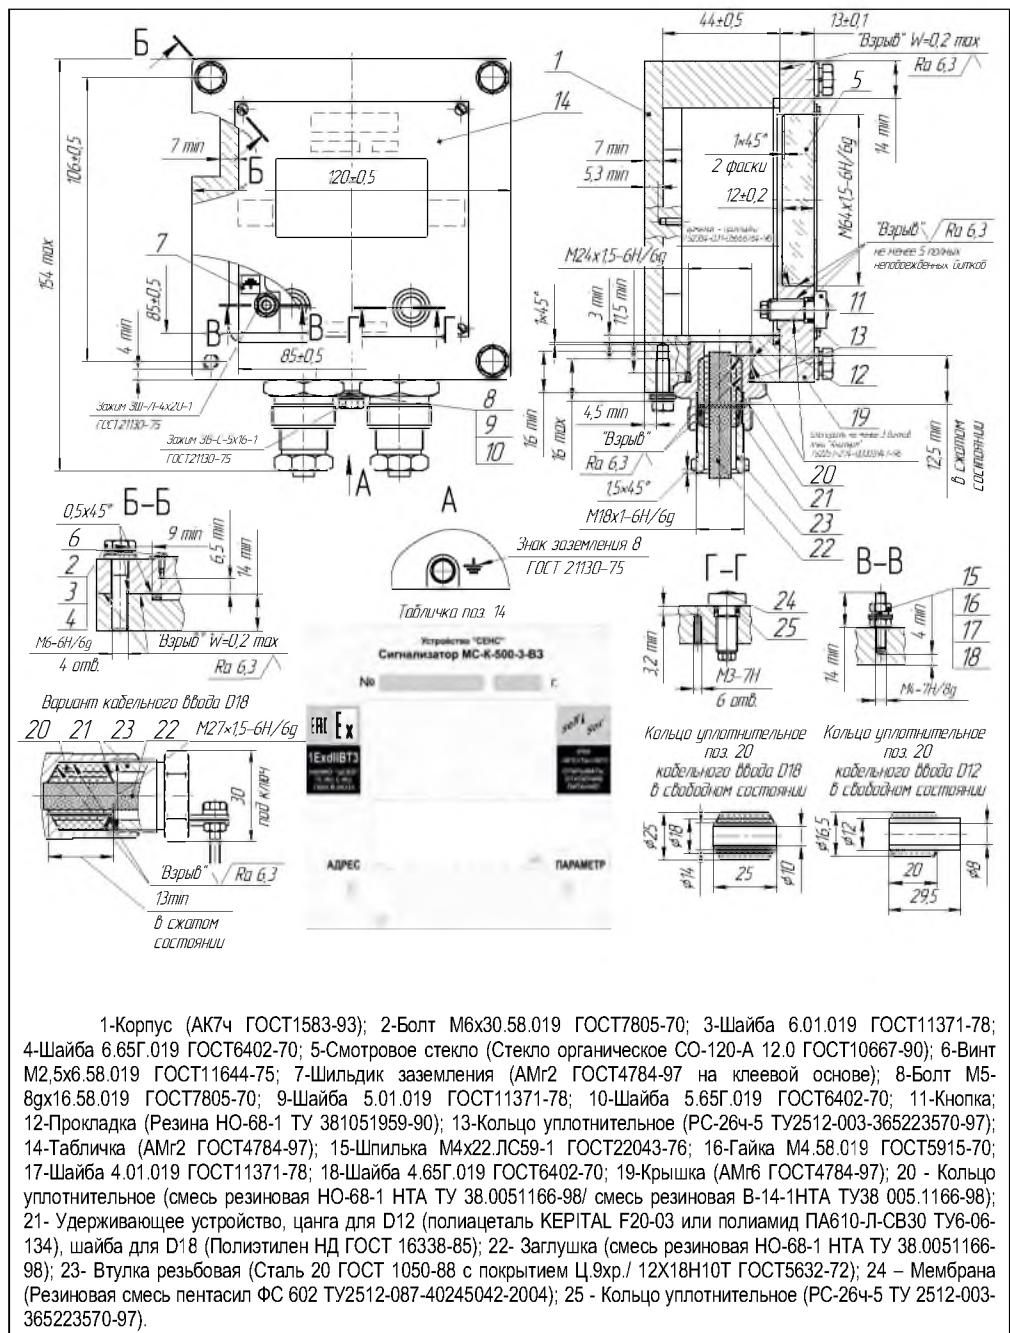

Рисунок 1.5 – Чертеж средств взрывозащиты для сигнализатора МС-К-500-3-В3
1.6.3 Взрывонепроницаемость оболочки обеспечивается исполнением деталей и их соединением с соблюдением параметров взрывозащиты по ГОСТ 30852.1-2002 (МЭК 60079-1:1998). Сопряжения деталей, обеспечивающих взрывозащиту вида «d», показаны на чертеже средств взрывозащиты (рисунок 1.5), обозначены словом «Взрыв».
Электрические соединения и герметизацию сигнализатора **МС-К-500-3-В3** производить следующим образом (рисунок 1.5):